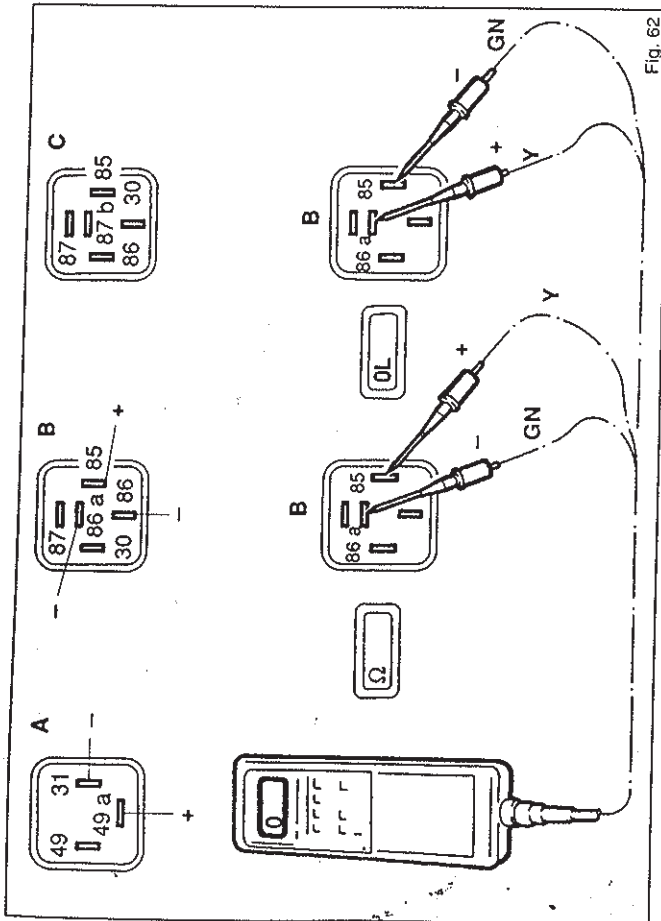

Fig. 62
- Effectuer le contrôle comme montré sur la figure 62.